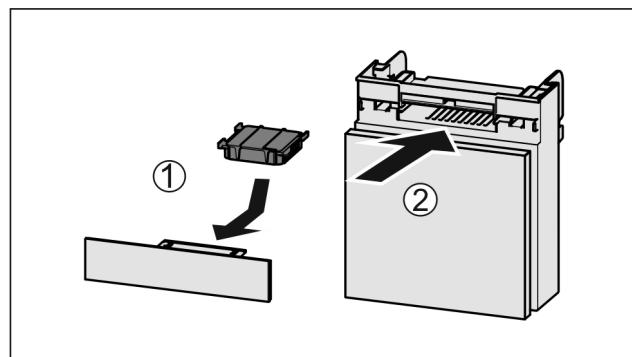

Fig. 38
- Aktivkohlefilter nach Abbildung einsetzen Fig. 38 (1).
► Fach einschieben Fig. 38 (2).